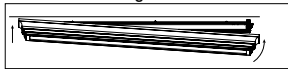

Fig. 14
15. Posez la bordure de bois décorative (A) sur le boîtier du luminaire (C) en poussant chaque coin vers le haut jusqu'à ce que l'agrafe de verrouillage de la bordure soit bien insérée (Fig. 14).